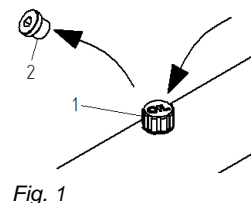

Fig. 1
- Sostituire il tappo a vite (2) con il tappo a sfiato (1) (vedere Fig. 1)